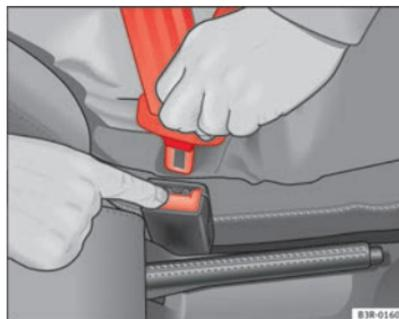

Fig. 15 Soltar a lingueta do fecho do cinto
- Premir o botão vermelho existente no fecho do cinto ⇒ Fig. 15. A lingueta solta-se para fora do fecho ⇒ ⚠.